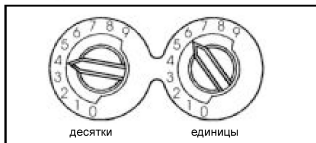

Рис. 1. Декадные переключатели адреса извещателя
1. Установите адрес извещателя на двух круговых декадных переключателях (рис. 1), выбирая номера от 01 до 99. Запишите номер адреса извещателя на этикетке соответствующей базы.